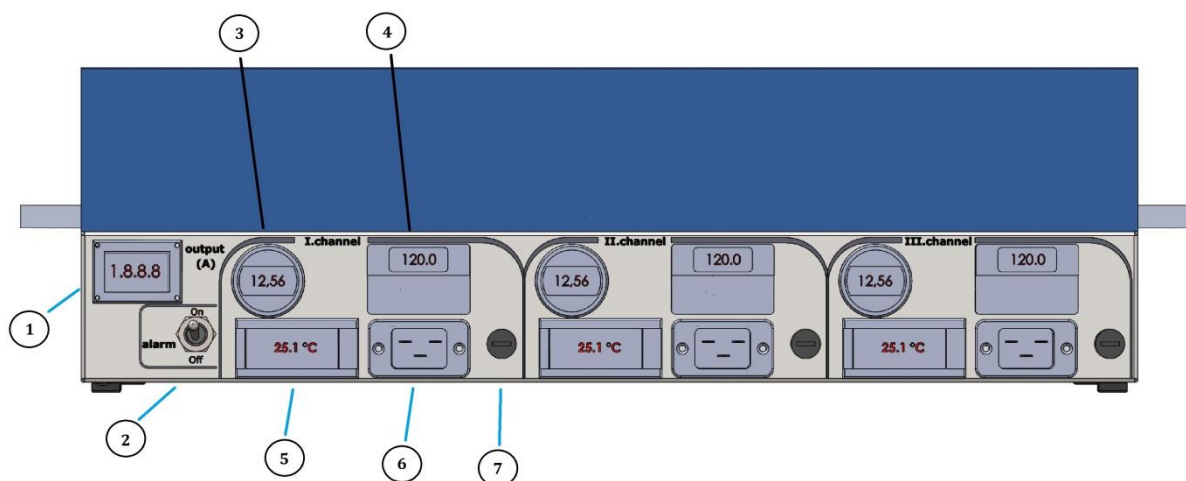

Рис. 1: передняя панель устройства
2. Для переключения между контролируемыми параметрами на входном измерительном приборе (4 – передняя пан. на рис. 1) нажмите на кнопку «SEL».
3. Убедитесь, с помощью показаний вольтметров (3 - передняя пан. на рис. 1), что выходные напряжения модулей одинаковы, т.е. разница между ними не более 1% от значения номинального выходного напряжения.
6. Устройство имеет систему предварительного звукового оповещения перегрева модулей, которая срабатывает, если температура основания корпуса, хотя бы одного из модулей превысит 80-85 °С. При необходимости, переведите переключатель (2 - рис. 1) на передней панели в положение «OFF», чтобы отключить звуковое оповещение, и обеспечьте дополнительное охлаждение радиатора, например, с помощью потока воздуха от вентилятора.